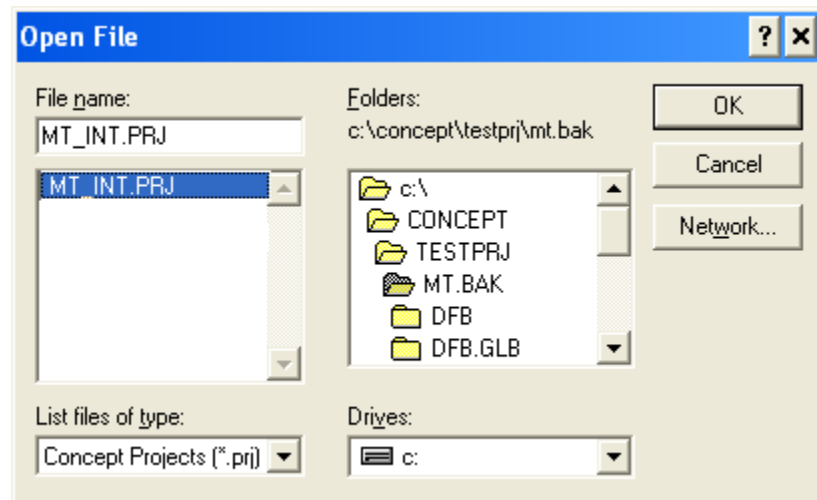

Abbildung 5-6: Projektauswahldialog
1. Öffnen Sie ein Projekt, indem Sie das Dateimenü aufrufen, auf OPEN (Öffnen) klicken und anschließend das Projekt auswählen. In diesem Beispiel heißt das Projekt MT_INT.PRJ (Abbildung 5-6).